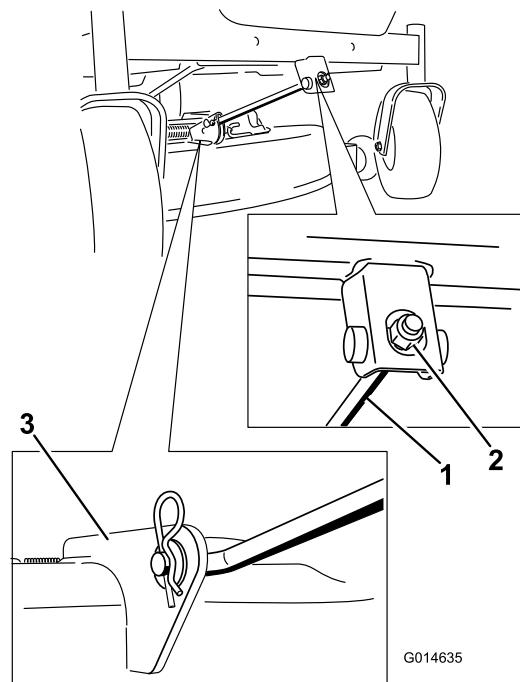

Figura 67
4. Retire el pasador de horquilla de la varilla de soporte delantera y retire la varilla del soporte de la carcasa (Figura 67). Baje cuidadosamente la parte delantera de la carcasa del cortacésped al suelo.
- Conecte la varilla de soporte delantera a la carcasa del cortacésped con el pasador y la chaveta (Figura 67).